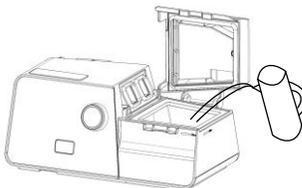

Fig. 13-4
- (2) Ouvrir le chapeau, et remplir la cavité d'eau avec environ 360ml eau, comme montré dans la Fig.13-4. Ne dépassez pas les lignes de remplissage maximale.